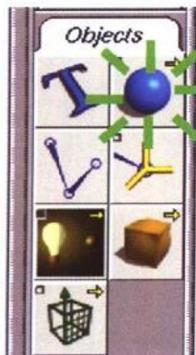

图 1-18
(1) 选择 Cube 工具 (Objects → Primitives → Cube), 如图 1-18 所示。